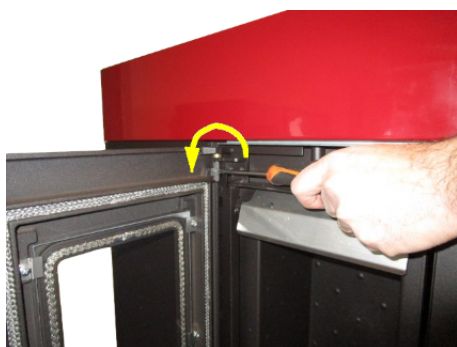

Fig. 20 - Retrait des vis
- À l'aide d'un tournevis, tourner le levier dans le sens de la flèche (voir Fig. 20).